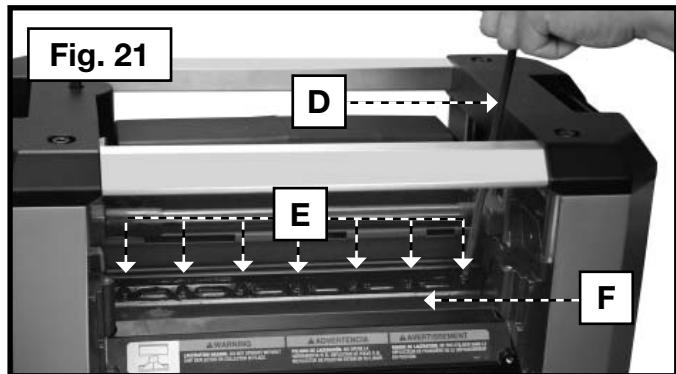

Fig. 21
4. Retirer les sept vis (E), fig. 21, et utiliser l'extrémité magnétique de la clé pour retirer la barre de retenue (F).